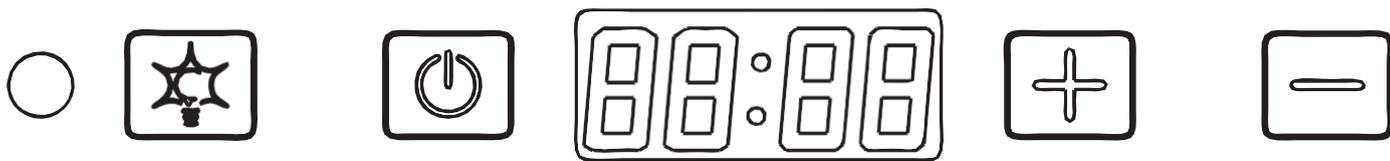

Рис.5
7.1.1 На декоративному склу Вашої витяжки знаходиться сенсорний перемикач режимів роботи двигуна і ламп освітлення (**рис.5**):